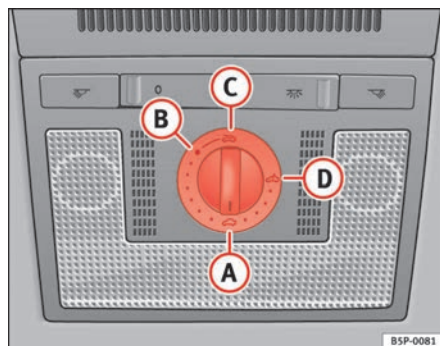

Abb. 70 Ausschnitt aus dem Dachhimmel: Drehschalter Schiebe-/Ausstelldach
- Drehen Sie den Drehschalter in Stellung **A** ⇒ Abb. 70 ⇒